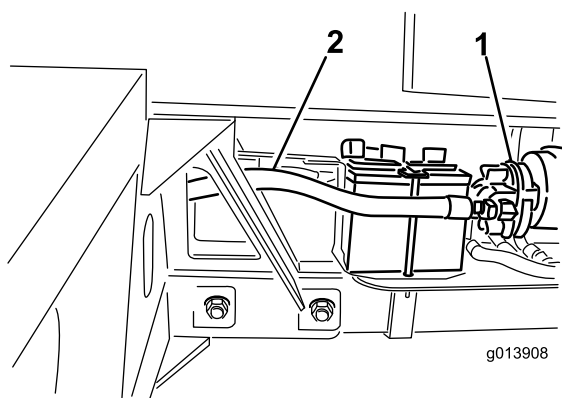

Figura 12
38. Conecte la manguera hidráulica N° 4 al lado de aspiración de la bomba hidráulica (Figura 12).